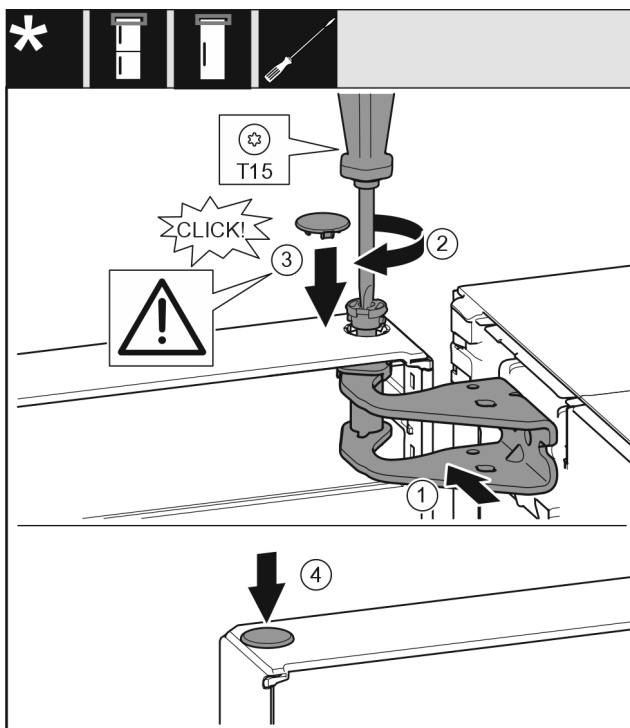

Fig. 27
- ▶ Вирівняйте двері зверху з отвором в опорному кронштейні Fig. 27 (1).
- ▶ Вставте штифт Fig. 27 (2) та закрутіть за допомогою викрутки.
- ▶ Вставте кришку Fig. 27 (3).
- ▶ Перевірте, щоб кришка Fig. 27 (3) щільно прилягала до дверей.
- ▶ Вставте кришку Fig. 27 (4).